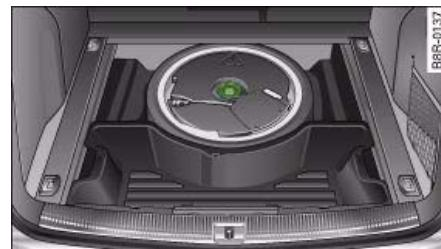

Fig. 225 Rueda de repuesto inflable con compresor
- Gire la rueda moleteada ⇒ fig. 225 en el sentido contrario al de las agujas del reloj.